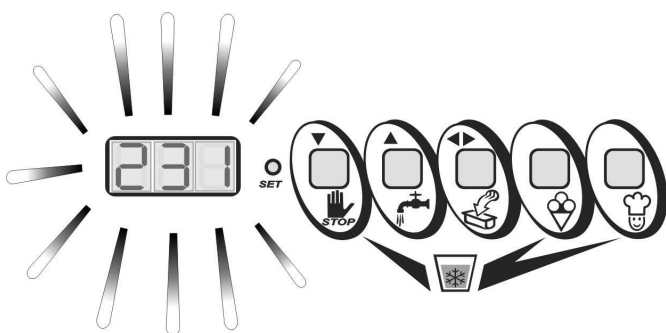

Fig.4
- Trascorsi alcuni minuti e raggiunto il miglior compromesso possibile fra tempo di mantecazione e consistenza, relativamente alla tipologia e alla quantità di miscela introdotta, un avviso acustico intermittente avverte l'operatore che è possibile estrarre il gelato (Fig. 4). Se ciò non fosse immediatamente possibile, la macchina provvederà automaticamente a mantenere nel tempo il gelato senza variarne ulteriormente la consistenza.